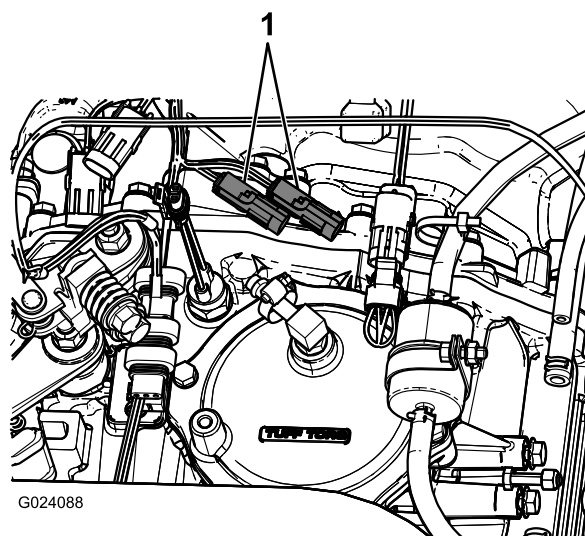

Figura 12
9. Ligue o sensor de velocidade existente à tomada do sensor de velocidade e a tomada de saída ao sensor de velocidade à nova cablagem (Figura 12).